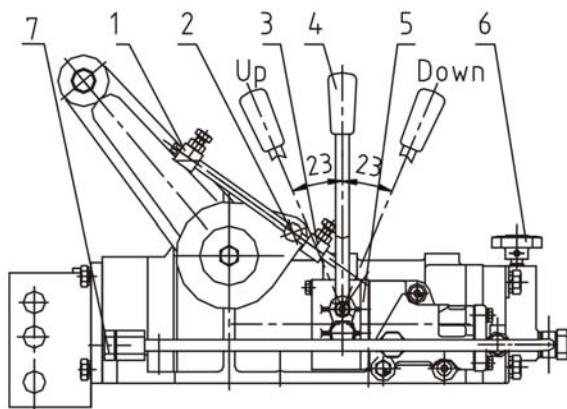

Рис. 3. Гидравлический подъемник.
А. Подъем и опускание сельскохозяйственного оборудования (Рис. 3). Переместите рычаг управления вперед - и присоединенное оборудование опуститься. Установите блокиратор опускания в соответствующем положении таким образом, чтобы штепсель (2) соприкоснулся с блокиратором опускания (1), когда оборудование опущено на желаемое рабочее опущенное положение, потяните быстро назад ручку управления в нейтральное положение, чтобы оборудование осталось на желаемой рабочей высоте. Когда необходимо поднять оборудование, просто переместите рычаг (4) назад и оборудование будет подниматься до тех пор, пока штепсель (2) не соприкоснется с блокиратором подъема (3) и переместите рычаг в нейтральное положение. Различную высоту подъема можно достичь, если фиксатор подъема (3) закреплен в различных положениях. Если рабочую высоту необходимо достичь во время работы, необходимо немного переместить рычаг вперед-назад, чтобы достичь желаемого результата. Пожалуйста, запомните, что рычаг управления должен находиться в нейтральном положении сразу же после регулировки. Если необходимо отрегулировать скорость подъема, открутите или закрутите слегка ручное колесико на гидравлическом стопорном клапане (6).